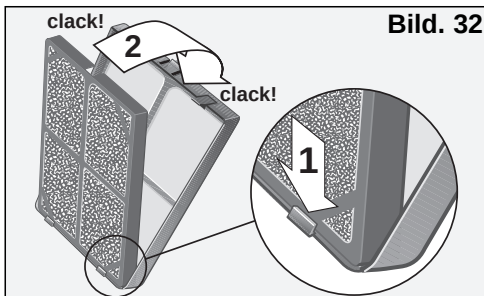

Bild. 32
- Placera reningsfiltret med installationsram i basfunktionsfiltret på det sätt som visas på **Bild 32**; se till att de undre fästena hamnar på plats först.